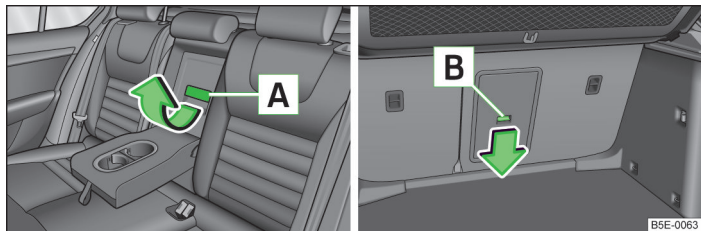

Fig. 74 Sièges arrière : poignée du couvercle/coffre à bagages : touche de déverrouillage
- Tirez la poignée **A** » fig. 74 dans le sens de la flèche et rabattez le couvercle vers le bas.
- Poussez la touche de déverrouillage **B** » fig. 74 dans le sens de la flèche et rabattez le couvercle avec l'accoudoir vers l'avant.
Veillez à ce que l'accoudoir soit bien enclenché après la fermeture. Ceci est reconnaissable au fait que la zone rouge au-dessus de la touche de déverrouillage **B** » fig. 74 n'est plus visible depuis le coffre à bagages.